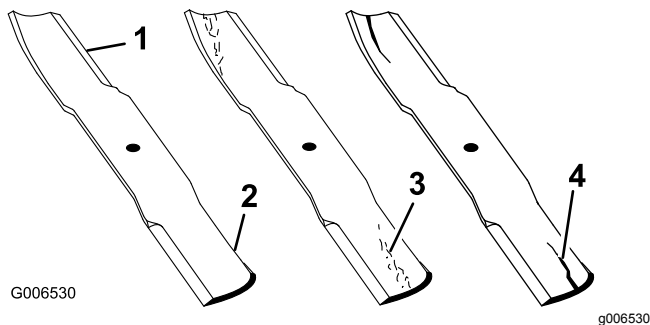

図 29
2. ブレードの切っ先を注意深く観察、特に、直線部と曲線部が交わる部分をよく観察する 図 29。この、直線部と曲線部の交差域は、砂などによる磨耗が進みやすい部分なので、機械を使用するまえによく点検することが必要。磨耗が進んでいる場合 図 29にはブレードを交換する **ブレードの取り外しと取り付け (ページ 20)**を参照。
ブレードの磨耗を放置すると、ブレードのセイル部と平坦部との間に割れ目が発生する 図 29。この割れ目が拡大すると、最終的にはブレードがちぎれてハウジングの下から飛び出し、これがオペレータや周囲の人に当たると重大な人身事故となる。